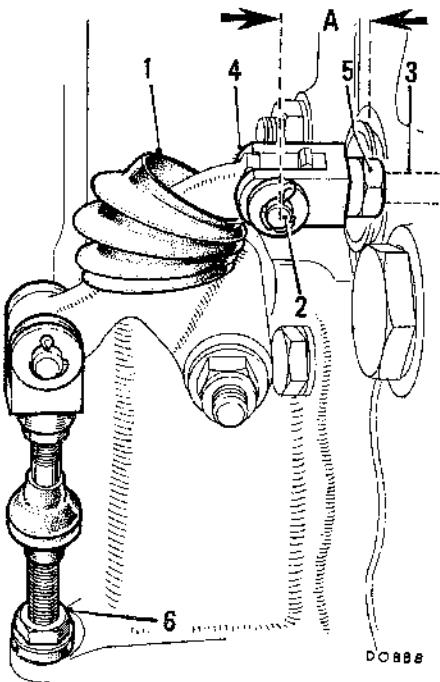

Fig. Fa.2
Es de la máxima importancia realizar el procedimiento de ajuste que se detalla a continuación y referirse a la Fig. Fa.2.
(8) Colocar el pasador clevis (2) en la horquilla del selector (4) y comprobar la medida dada en Fig. Fa.2, ajustándola si es preciso.
(9) Aflojar la contratuerca (5) tras la horquilla del selector y girar ésta (4) hasta que dé la medida correcta de 20 mm. (ver Fig. Fa.2). Apretar la contratuerca (5), asegurándose de que la horquilla queda a escuadra sobre la palanca acodada.
La medida "A" de la Fig. Fa.2 deberá ser ahora de 37 mm.
- (11) Seleccionar "N" en el cuadrante con la palanca de cambio y ajustar el cable externo por medio de las tuercas de ajuste (6) (ver detalle en la Fig. Fa.2). El reglaje estará correcto cuando se puede introducir fácilmente el pasador clevis (2).